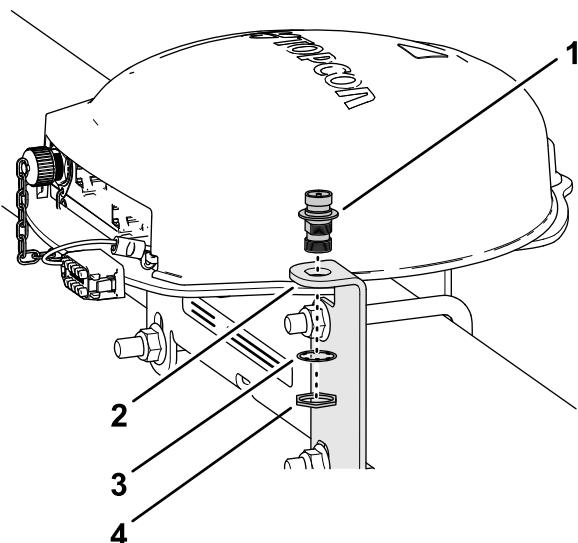

Figura 153
1. Alinee el conector coaxial con el orificio del soporte de la antena RTK, con las roscas del conector hacia abajo (Figura 153).
2. Monte el conector coaxial en el soporte de la antena con la arandela de freno y la contratuerca, y apriete la contratuerca a mano (Figura 153).